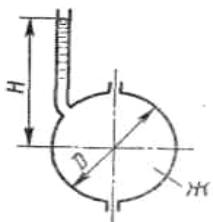

Рис. 5
5. Шар диаметром D наполнен жидкостью Ж. Уровень жидкости в пьезометре, присоединенном к шару, установился на высоте Я от оси шара. Определить силу давления на боковую половину внутренней поверхности шара (рис. 5). Показать на чертеже вертикальную и горизонтальную составляющие, а также полную силу давления.